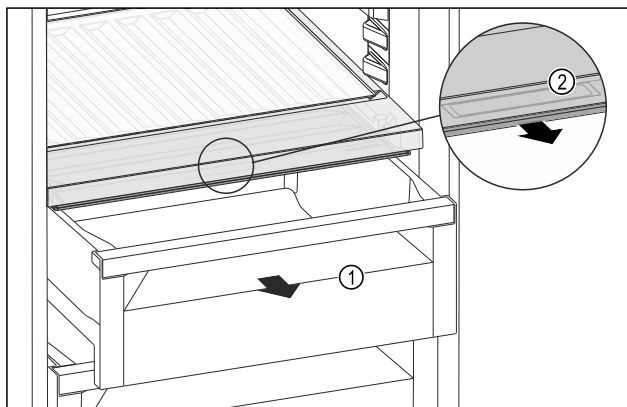

Fig. 162
- ▶ Витягніть висувний ящик Fig. 162 (1).
- ▶ Візьміться за потайну ручку Fig. 162 (2) на кришці відділення й одночасно потягніть кришку відділення вперед.